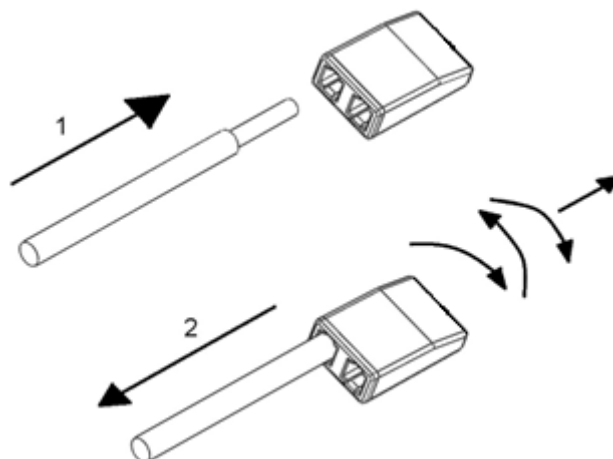

Рисунок 10 — Схема монтажа и демонтажа клеммы серии 2273
9.2.2 Подготовленный провод, согласно рисунку 11, завести в монтажное отверстие (рисунок 10, действие 1).